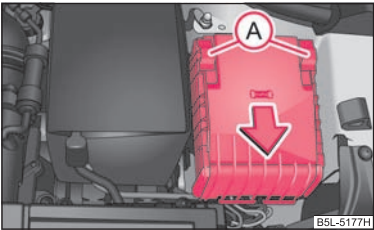

Fig. 193 Cubierta de fusibles en el vano motor
- Desplazar el estribo de seguridad (A) ⇒ fig. 193 hasta el tope; detrás del estribo de seguridad aparecerá el símbolo , retirar la cubierta.